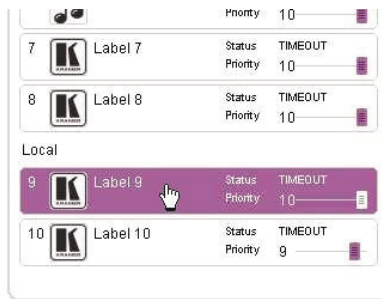

Рис. 16. Выбор входа
1. Щелкните на требуемом входе для витой пары или локальном входе, чтобы переключиться. Вход выбран, цвет кнопки меняется на насыщенно фиолетовый, как показано на рис. 16.